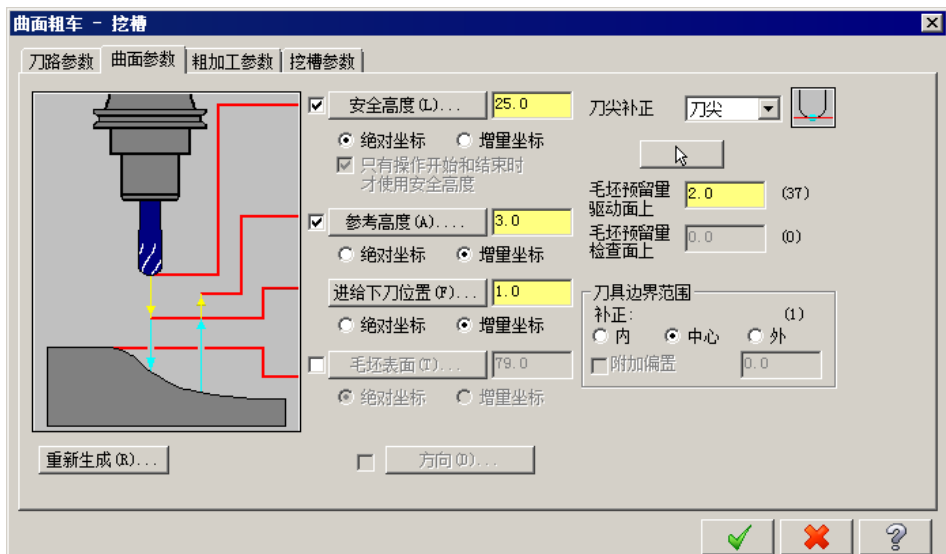

图 10.1.7 “曲面参数”选项卡
(1) 完成上步操作后, 在“曲面粗车-挖槽”对话框 **刀路参数** 选项卡的列表框中显示出上一步选择的刀具, 双击该刀具, 系统弹出“定义刀具”对话框。
(2) 设置刀具号。在“定义刀具”对话框的 **刀具编号** 文本框中将原有的数值改为 1。
(3) 设置刀具的加工参数。在“定义刀具”对话框的 **下切速率** 文本框中输入值 1200.0, 在 **提刀速率** 文本框中输入值 1200.0, 在 **主轴转速** 文本框中输入值 1200.0。
(4) 设置冷却方式。单击 **冷却液** 按钮, 系统弹出“冷却液”对话框, 在 **Flood** (切削液) 下拉列表中选择 **On** 选项, 单击该对话框中的 **确定** 按钮, 关闭“冷却液”对话框。
Step8. 设置曲面参数。在“曲面粗车-挖槽”对话框中单击 **曲面参数** 选项卡, 设置图 10.1.7 所示的参数。